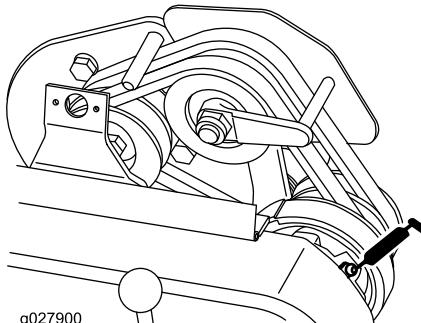

Bild 25
- 1 an den Riemenspanngelenken (Bild 25).